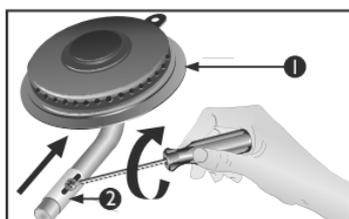

Figura 3
- Desplace dicho regulador un poco hacia lado de la fuente de calor y apriete nuevamente el tornillo en esta posición (Ver figura 3).